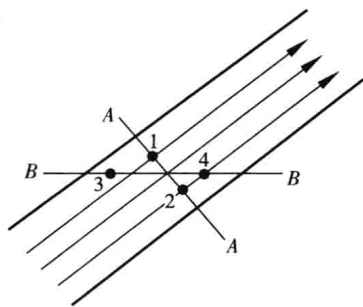

图 10-6
- 如图 10-6 所示,等直径管考虑损失,A-A 断面为过流断面, B-B 断面为水平面,则 1、2、3、4 各点的物理量的关系是()。